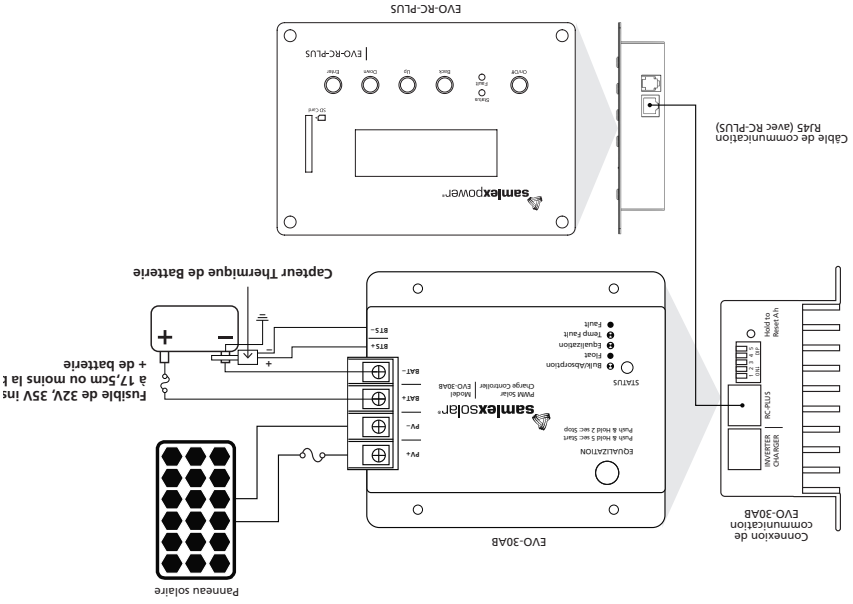

Fig. 6.3 Schéma de câblage EVO-30AB avec EVO-RC-PLUS
4. Connectez le câble de communication entre le contrôleur de charge et l'EVO-RC-PLUS comme indiqué dans la figure 6.3.